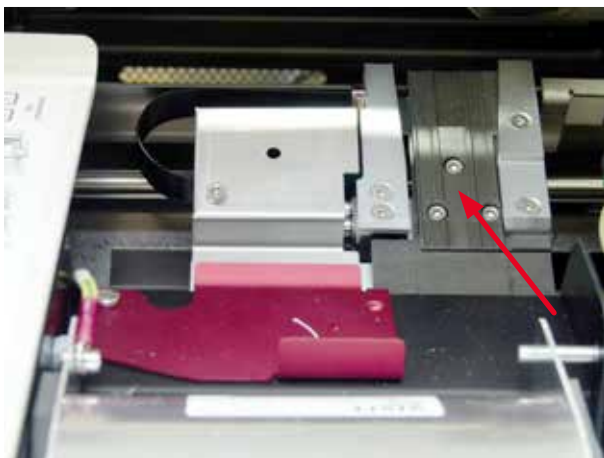

Fig. 50
- Transportstation (→ "Fig. 50")
- Stäng luckan efter rengöring och innan instrumentet används (→ "Fig. 50").